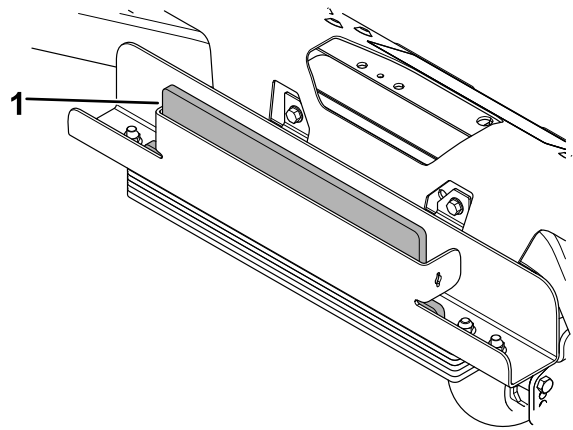

**Figura 2**
2. Instale los 5 pesos debajo de la bandeja de pesos (Figura 2).